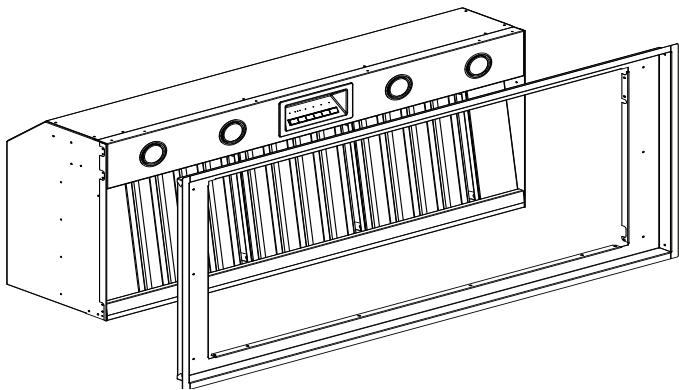

Figura 2: VCIN Liner Installation
1. Inserte el marco en la campana (*Figura 2*).